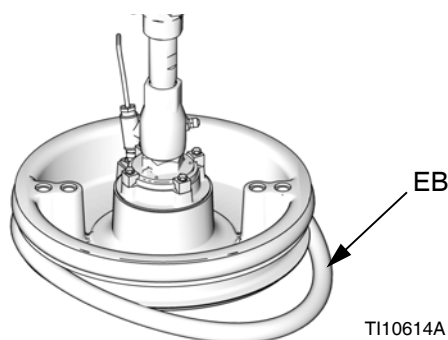

ABB. 20
1. Werkzeuge aus Holz oder Kunststoff verwenden, um eine Beschädigung des Abstreifers (EB) zu verhindern. Sämtliches Material aus den Dichtungsnuten entfernen.
2. Abstreifer (EB) über die Rückseite der Folgeplatte ziehen. *Dabei an der Unterseite beginnen.* Siehe ABB. 20.
3. Abstreifer (EB) in obere Nut einlegen und gesamten Abstreifer durch Nut führen.
4. Zweiten Abstreifer (EB) in untere Nut einlegen und gesamten Abstreifer durch Nut führen.